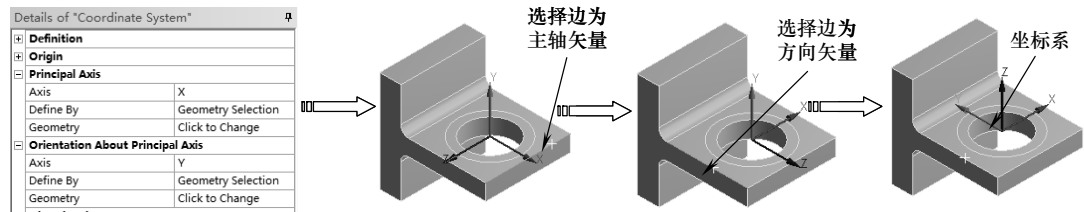

图 4-15 主轴和方向
(4) 主轴和方向 坐标系需要定义【Principal Axis (主轴矢量)】和【Orientation About Principal Axis (主轴方向矢量)】, 这两个矢量形成坐标系平面和主轴对齐, 如图 4-15 所示。